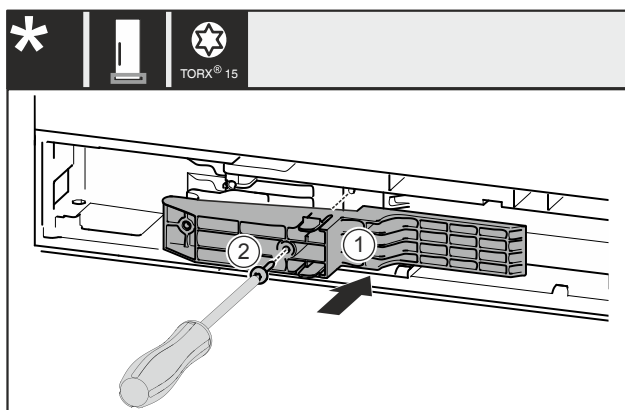

Fig. 51 *
- ▶ Inserte la pieza adaptadora Fig. 51 (1) en el hueco del lado del tirador.*
- ▶ Apriete el tornillo Fig. 51 (2) con el destornillador.*